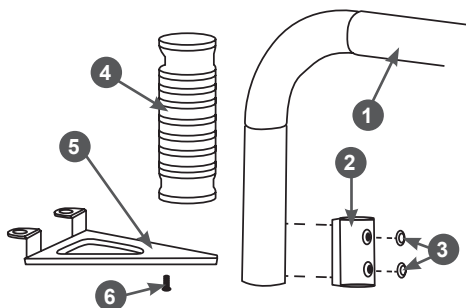

Рис. 8 Снятие задней рабочей рукоятки
1. Снимите заднюю рабочую рукоятку 1 (Рис. 8). Для этого открутите винты крепления 3 и отсоедините пластину
2 крепления рукоятки к редуктору. Также открутите винт 6 крепления ручки 4 к кронштейну 5 (Рис. 8).